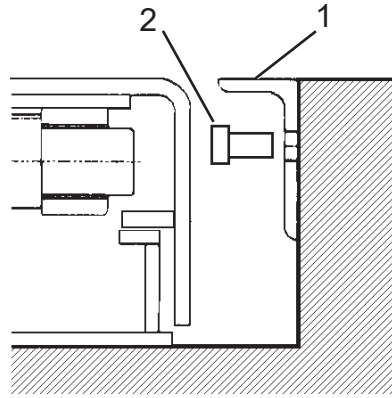

Fig. 22
N.B. Dopo avere fissato il ponte, forare con punta Ø9 per fissare l'angolare **1** (Fig. 22) mediante gli appositi tasselli **2**.